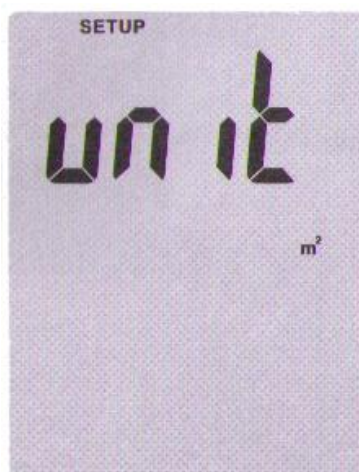

Fig 1
Wenn Sie sich im Einstellmenü befinden, drücken Sie so oft die oder -Taste bis im Display „unit“ erscheint (Fig. 1). Treffen Sie die Auswahl mit der -Taste, im Display erscheint „AREA“. Die gewünschte Einheit (in2; m2; ft2) wählen Sie wieder mit den und -Tasten (Fig. 2), bestätigen können Sie dann mit der -Taste. Die neue Einheit ist nun gespeichert.
4. Nun stellen Sie den Nullpunkt ein. Dazu muss der Metall-Schutzring in der oberen Position (Luftgeschwindigkeit gleich Null) sein. Drücken und halten Sie nun die  -Taste (Fig. 1).